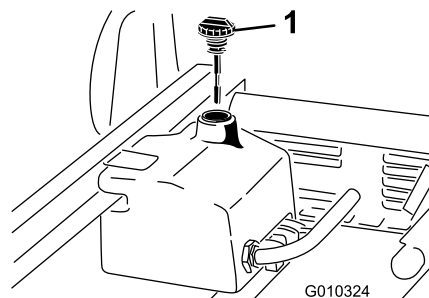

Figura 70
4. Curăai zona din jurul buonului i a capacului rezervorului de ulei hidraulic (Figura 70).
6. Îndepărtați joja (Figura 70) de la buon i tergei-o cu o lavetă curată.